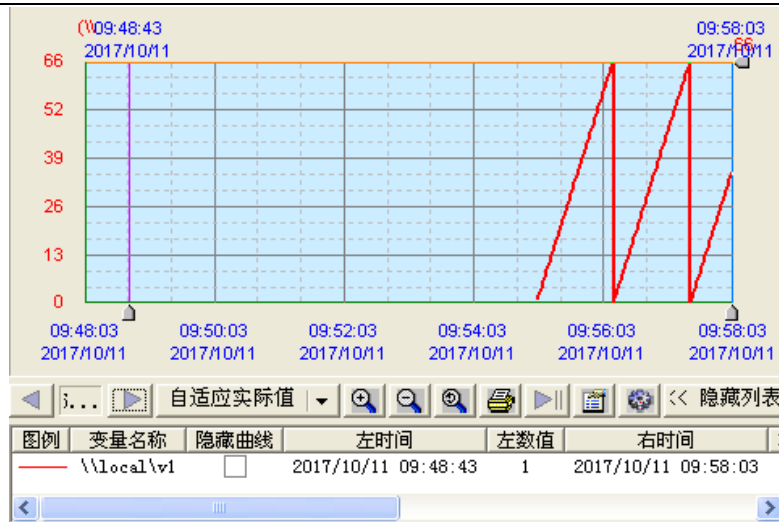

图 6-15
6、单击“文件”菜单中的“切换到 VIEW”命令，进入运行系统。系统默认运行的画面可能不是您刚刚编辑完成的“历史趋势曲线画面”，您可以通过运行界面中“画面”菜单中的“打开”命令将其打开后方可运行，如图 6-15 所示。